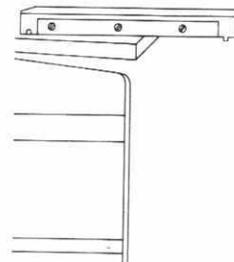

Fig. 11
a) Am rechten Ende des hinteren Nadelbettes ist die Klemmstange der Kurvenstange in die runde Aussparung der Hauptschiene etwa zur Hälfte einzuschieben, Fig. 11.